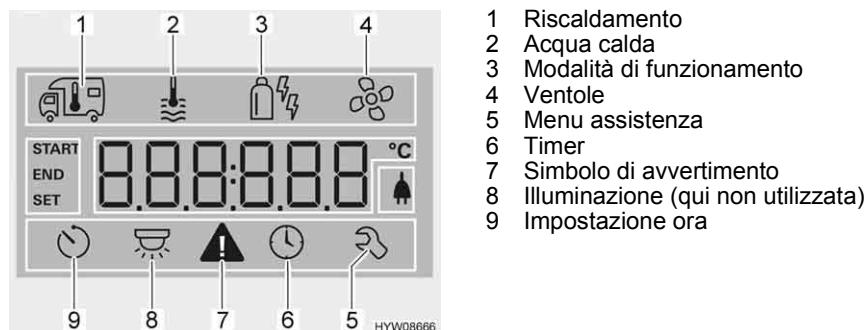

Fig. 80 Display
- Ruotare la manopola/il pulsante (Fig. 72,6), finché il simbolo del menu relativo all'acqua calda (Fig. 80,2) lampeggiava.